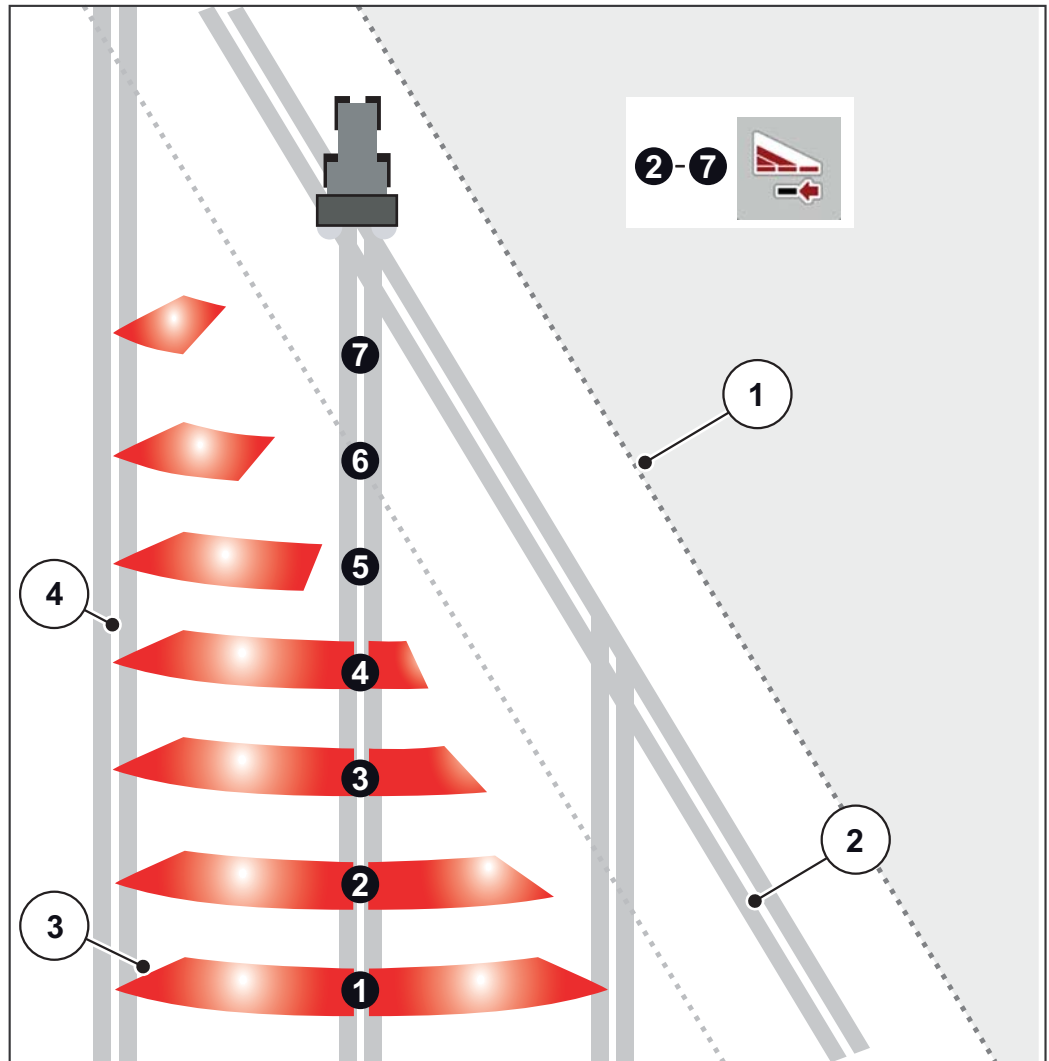

Imagen 5.4: Conexión de anchuras parciales automática
- La conexión de anchuras parciales puede realizarse de fuera hacia dentro o de dentro hacia fuera. Véase Imagen 5.4.